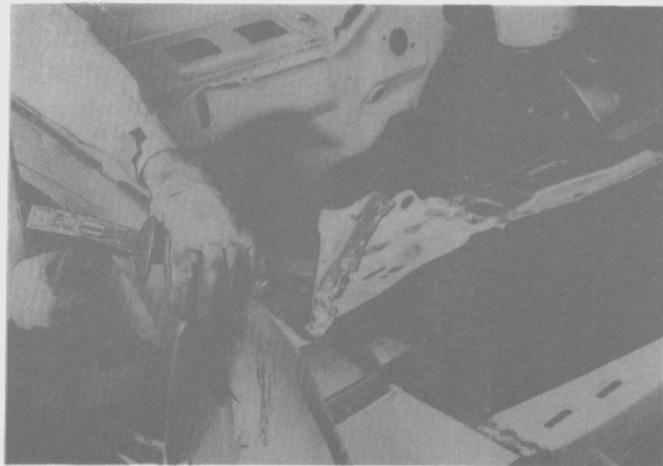

Fig. 104
- Cortar el panel del soporte del radiador del panel del guardabarro delantero interior y del panel del montaje de los faros. (Fig. 104).